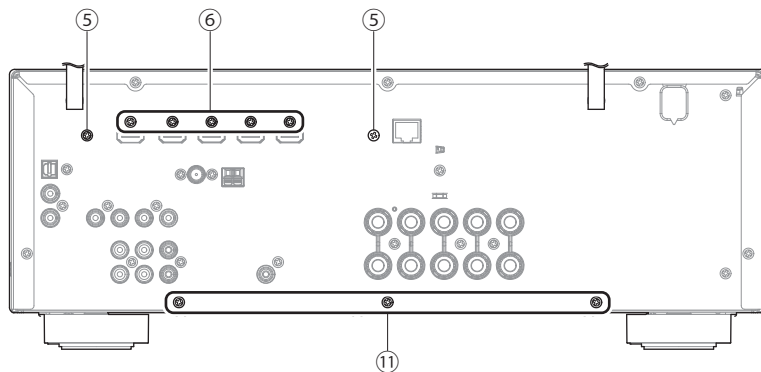

Fig. 4
- a. Remove 2 screws (⑤) and 5 screws (⑥). (Fig. 4)
- a. ⑤ のネジ 2 本、⑥ のネジ 5 本を外します。(Fig. 4)
- b. Remove 3 screws (⑪). (Fig. 4)
- b. ⑪ のネジ 3 本を外します。(Fig. 4)